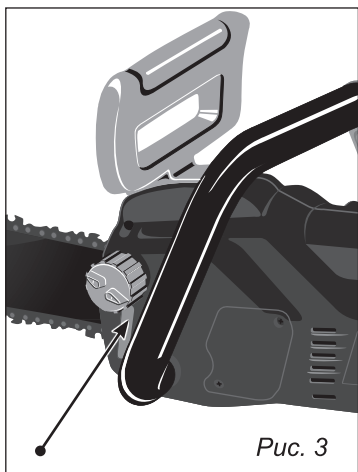

Рис. 3
Проверьте, чтобы напряжение в сети соответствовало указанному на идентификационной табличке на корпусе пилы. Перед началом работы необходимо проверить готовность пилы к работе в соответствии с руководством по эксплуатации. Проверьте так же систему смазки цепи и уровень масла в бачке (рис. 3).
- Следите за уровнем масла в масляном бачке в процессе пиления, уровень масла смотреть в окошечке (рис. 3).
Перед началом работы, проверьте автоматическое смазывание цепи и уровень масла (рис. 3). Включите цепную пилу и держите ее не касаясь никаких поверхностей и земли, в целях безопасности. Если Вы видите масло на цепи во время дви-